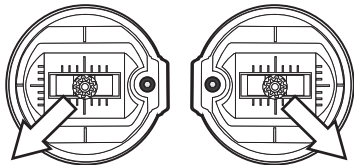

图 7
- 打开遥控器，油门收至最低，接通四旋翼飞行器的电源。飞控上的L1绿灯闪烁时为飞控初始化过程，此过程中请勿拨动操纵杆，并保持飞行器静止。L1绿灯闪烁结束红灯常亮后即进入锁定状态，此时推油门无效。执行图7中的拨杆动作并保持约0.5秒即可解锁，解锁后电机保持怠速约一秒。解锁后五秒内如不将油门推高或执行拨杆动作，飞控将会重新进入锁定状态。
- 解锁后，将油门推至略高于怠速，查看螺旋桨旋转方向是否与图7所示一致。